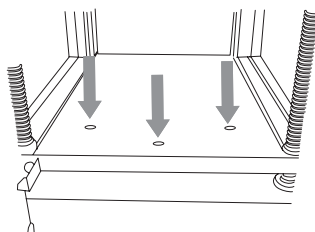

Fig. 11
- > En la parte inferior de la mesa de la cepilladora hay tres orificios que se corresponden con los tres orificios localizados en el conjunto del puerto de extracción. (Fig. 11)